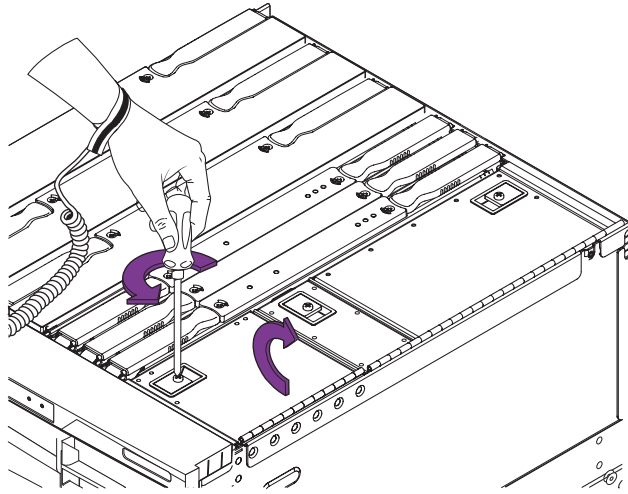
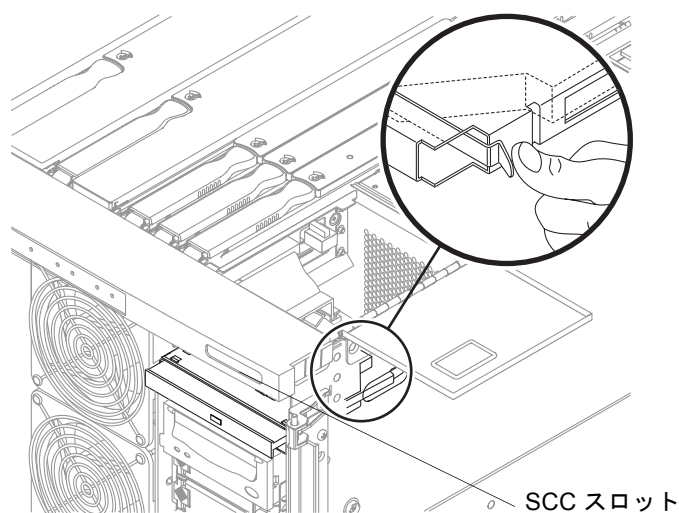

図 6-14 メディアベイのアクセスドアの開け方 — システムの上面図
図 6-18 システム構成カード (SCC) のスロットの位置
4. システム上部にあるメディアベイのアクセスドアを開きます。ラッチの固定ねじを緩めます。ラッチを上げて、カバーを持ち上げます (図 6-14)。
2. システム上部にあるメディアベイのアクセスドアを開きます (図 6-14)。
SCC リーダー (図 6-18) の取り外しおよび取り付けを行うには、システム上部にあるメディアベイのアクセスドア (図 6-14) を開く必要があります。
このカードはクレジットカードほどの大きさで、DVD-ROM ドライブの上にあります (図 6-18)。
8. メディアベイのアクセスドアを開きます。ラッチの固定ねじを緩めます。ラッチを解除して、カバーを持ち上げます (図 6-14)。
2. メディアベイのアクセスドアを開いて、ラッチの固定ねじを緩めます。ラッチを解除して、カバーを持ち上げます (図 6-14)。